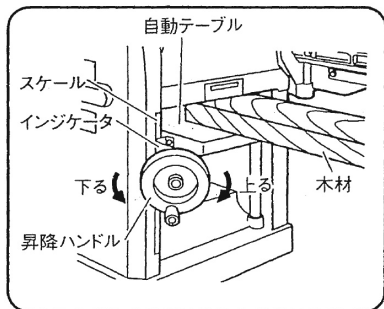

図 9
(1) インジケータが示すスケールの目盛の寸法が仕上がり寸法となります。
(2) フットスイッチ (P100LA2) (図 1 - ホ参照) または、昇降ハンドルをまわし (P100LA2 の場合押しながらまわす)，希望の仕上がり寸法になるよう自動テーブルを昇降させてください。(図 9)
(4) 切込み量が表 2 に示す数値以上になっているときは、昇降ハンドル(図 9 参照)をまわし少なくしてください。